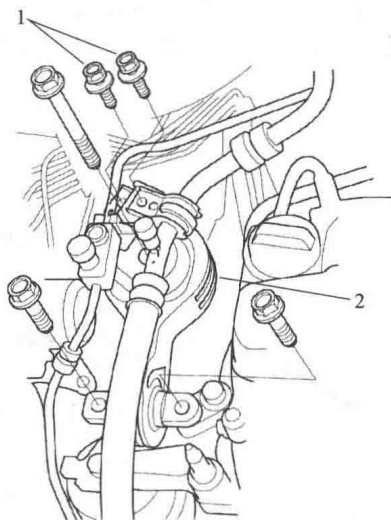

图 1-1-19
(6) 拆下曲轴皮带轮。
(7) 在油底壳下放置一个千斤顶和木块, 以支撑发动机。
(8) 拆下固定空调管路的螺栓 1, 然后拆下上扭杆 2, 如图 1-1-19 所示。